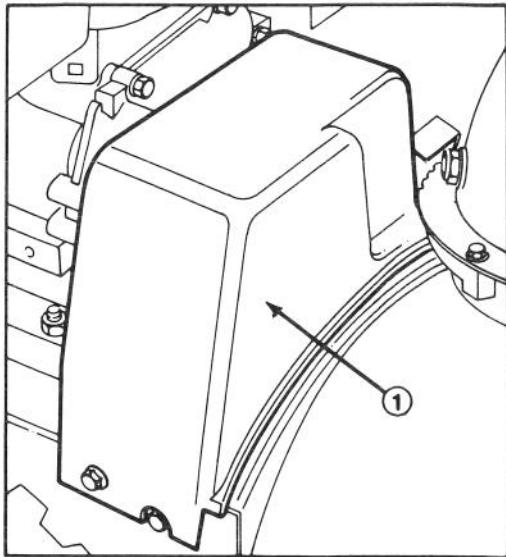

Abbildung 23
2. Die beiden Blechschrauben des Riemschutzes entfernen und den Riemschutz abnehmen (Abb. 23).
3. Den Räumwerk'antriebsriemen von der Motorriemenscheibe und von der großen Räumwerk/Gebläse-Riemenscheibe abnehmen (Abb. 23).
- Die beiden Blechschrauben des Riementschutzes entfernen und den Riementschutz abnehmen (Abb. 23).